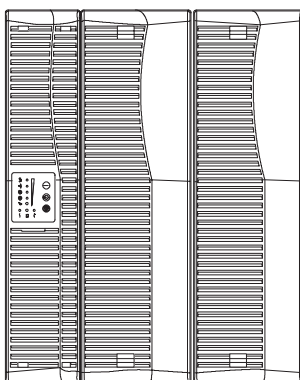

Рисунок 7. Вертикальная установка ИБП с одним ВБМ.
5. Аккуратно поставьте устройства вертикально (см. рис. 7).
ПРИМЕЧАНИЕ ВБМ должен (должны) располагаться справа от ИБП как показано на рис. 7. Скобы крепления необходимы для установки двух или более устройств.